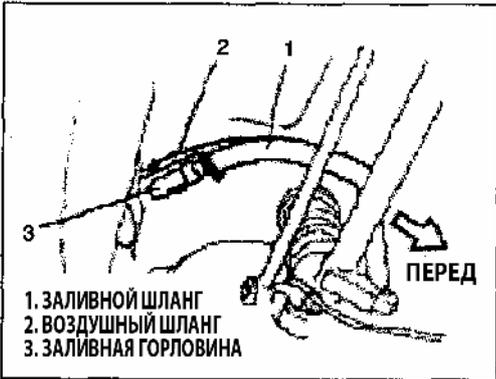

Рис. 337
- 3) Подсоедините заливной патрубков и воздушный шланг к заливной горловине как показано на рисунке и затяните хомуты (Рис. 337).